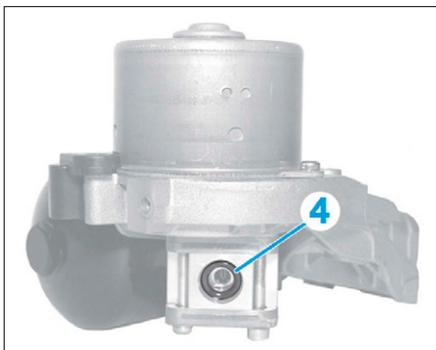

FIG. 25
- les vis de fixation (2) du réservoir hydraulique (3),
- le réservoir hydraulique (3),
- le joint torique (4) (Fig.25).